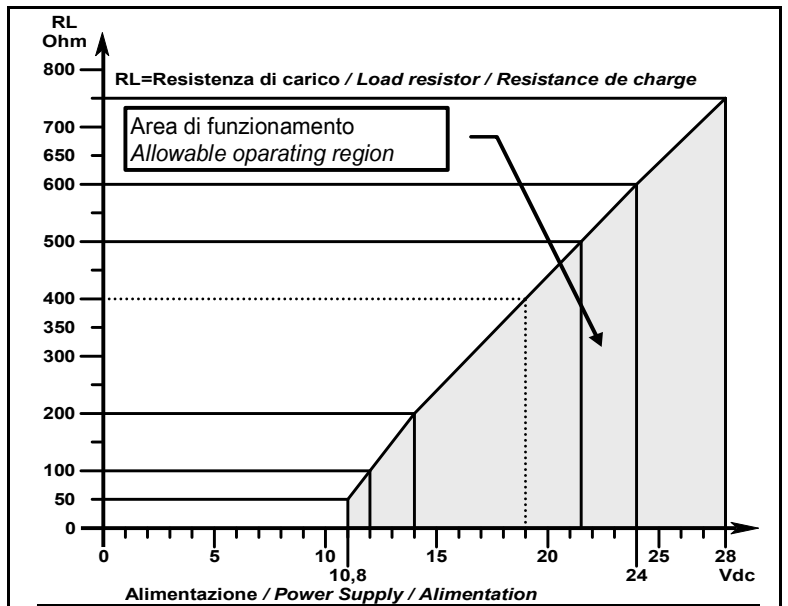

Fig.4 - Alimentazione / Resistenza di Carico 4÷20mA
Dans le cas où l'on utilise également le signal de sortie en 4÷20 mA, il convient d'utiliser du câbles à écran à 3 conducteurs + les conducteurs pour les sorties relais. Si l'on utilise une alimentation 12Vcc la résistance maximale de charge (RL) sera de 50 Ω, si on utilise une alimentation 24Vcc la RL sera de 500 Ω (Fig.4).